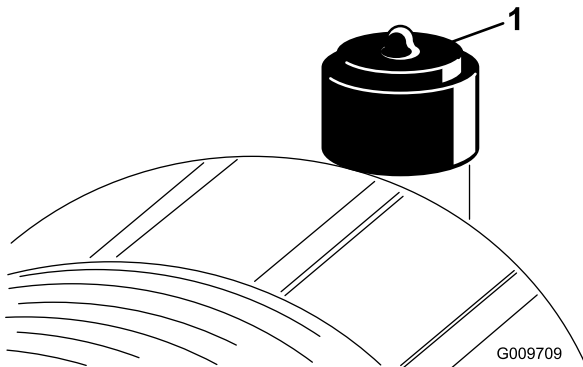

Figura 52
Faça a manutenção ao filtro de ar apenas quando o indicador de manutenção (Figura 52) o exigir. Mudar o filtro de ar antes de ser necessário apenas aumenta a possibilidade de entrar sujeira no motor quando se retira o filtro.
6. Reinicie o indicador (Figura 52) se este se apresentar vermelho.